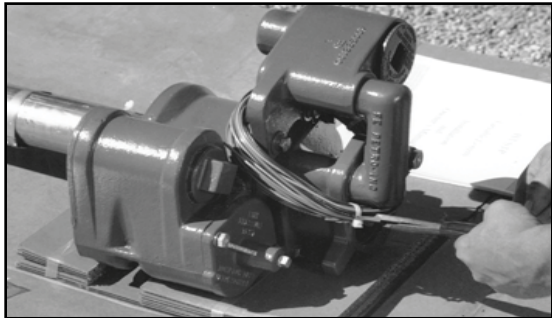

Figura 4: Cortado de los cables
14. Corte el (los) cable(s) de amarre asegurando el cable del motor a la parte superior de la bomba; deje sobresalir los cables por encima de la cabeza de la bomba de forma tal que los cables puedan deslizarse libremente por el conducto al fijar la longitud (Figura 4).